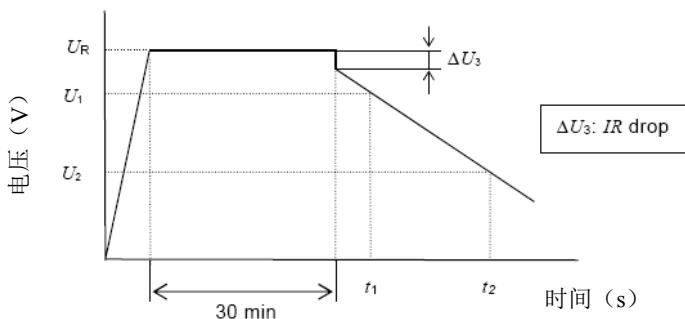

图2 电容器的端电压特性
- ◎ 测量电容器两端电压从 U_1 到 U_2 的时间 t_1 和 t_2 ，如图2所示，根据下列等式计算电容量值：